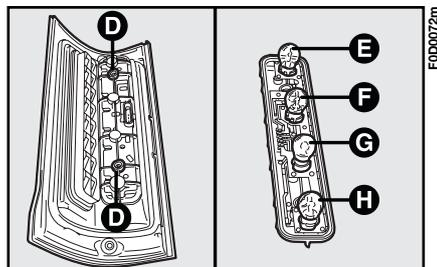

fig. 21
- 3) dévisser les deux vis **D-fig. 21** et enlever le groupe de lampes: